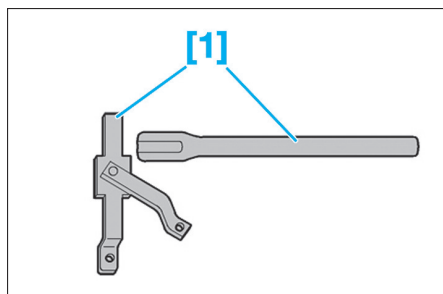

Fig. 1
- [1]. Outil d'immobilisation de moyeu (réf : 0606-T) (Fig.1).
- [1]. Outil d'immobilisation de moyeu (réf : 6310-T) (Fig.1).